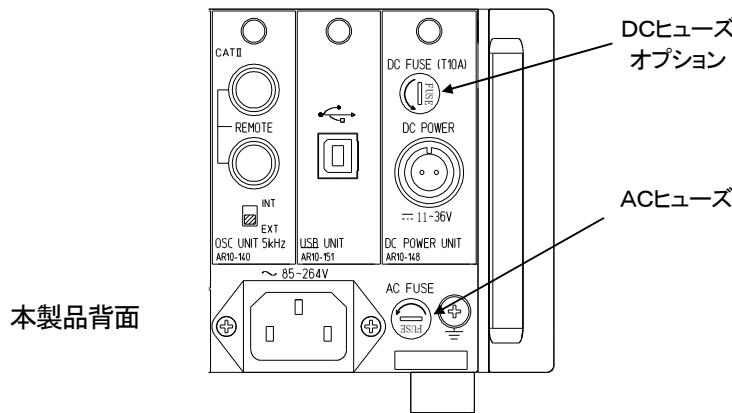

図7-2
2. マイナスドライバを使用し、ヒューズホルダに記載されている矢印方向(図7-2参照:左90°)に回転させるとヒューズホルダが手前にでてきます。